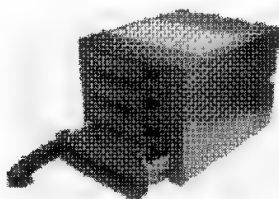
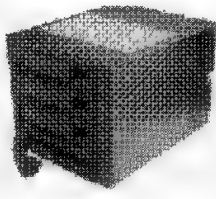
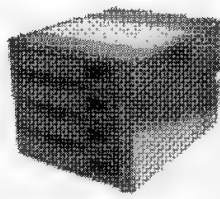

图 2-9
图 2-10
图 2-11
参考图 2-9、图 2-10、图 2-11, 插拔步骤如下:
①如图 2-9 所示把硬盘架放入主框体中, 一直往里推, 直到手柄的旋转轴末端进入到主框体中, 如图 2-10。
②向内按手柄, 使其以手柄旋转轴为轴心旋转, 直到听到“咯嗒”声响, 手柄完全扣入卡槽中。
③硬盘的拔出步骤相反：食指伸到硬盘架前面的槽中，按住卡钩，向外旋转手柄，然后握住手柄向外拉出硬盘。